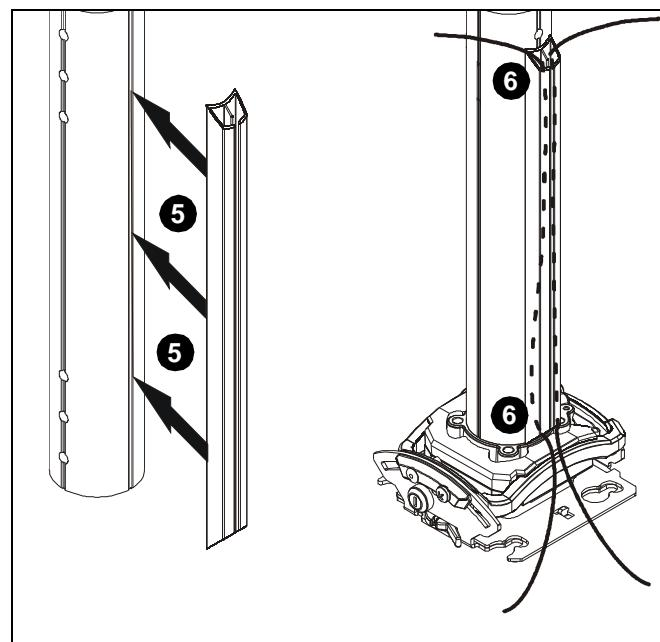

Abb. 1
- Montieren und befestigen Sie die (nicht mitgelieferte) Halterung gemäß der der Halterung beiliegenden Anleitung am unteren Ende der Ausziehsäule (A).
- Entfernen Sie die Klebefolie von der Rückseite der Kabelabdeckung (B).
- Platzieren Sie die Kabelabdeckung (B) an der gewünschten Stelle der Säule (A). (Siehe Abb. 1)
- Führen Sie die erforderlichen Kabel durch die Abdeckung (B). (Siehe Abb. 1)